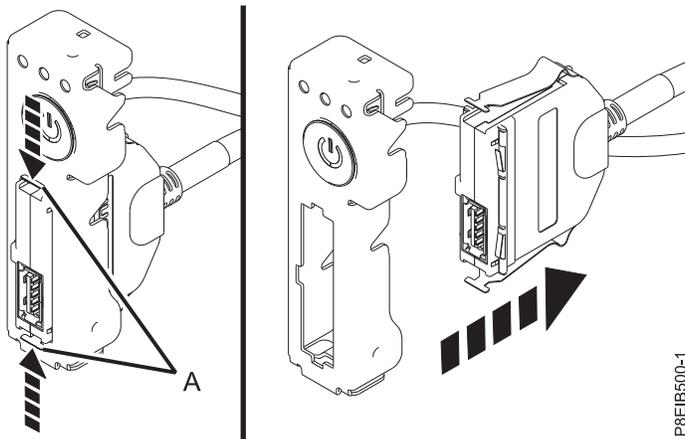

Figura 23. Extracción del cable USB frontal y conector del interruptor de alimentación
10. Presionando los mecanismos de cierre (**A**) del conector, desconecte el cable USB frontal y conector del interruptor de alimentación. Consulte la Figura 23 en la página 28.